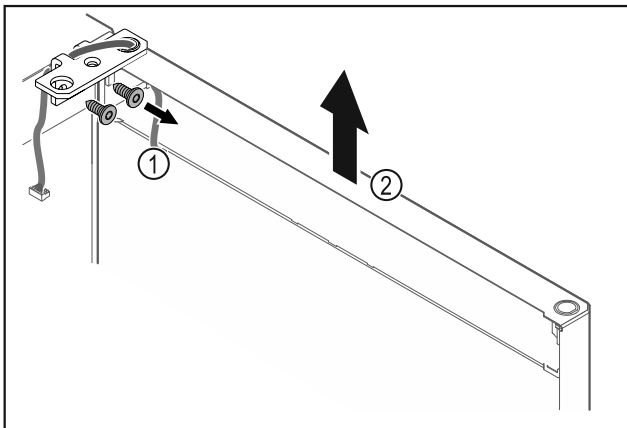

Fig. 25
- Scharnierhoek Fig. 25 (1) losschroeven.
- Deur inclusief scharnierhoek Fig. 25 (2) circa 200 mm recht omhoog tillen en verwijderen.